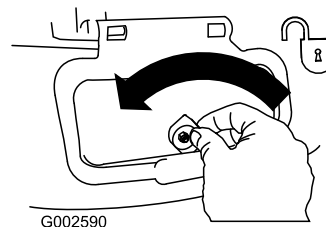

Figura 40
1. Desbloquee la puerta de descarga lateral (Figura 40).